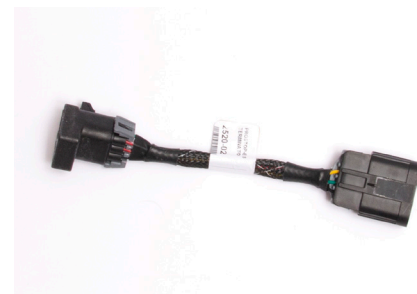

Figure 8 : Câble de raccordement ISOBUS (2520-0252)
18. Connectez le câble de raccordement ISOBUS (2520-0252) (Fig.8) au connecteur correspondant du dernier câble de dérivation CanNode (2520-0251)(Fig 4).